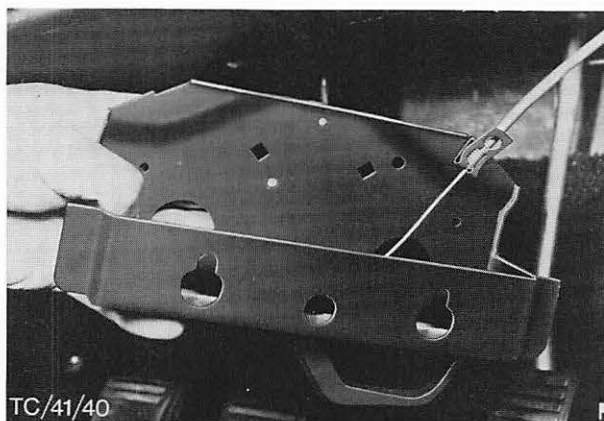

Abb. 16 Ausbau des Haubenzuggriffs mit Halter kompl.
4. Halter kompl. von den Schrauben aushaken, Abb. 16.
5. Haubenzug vom Halter lösen (Halteklammer abdrücken), Abb. 16.